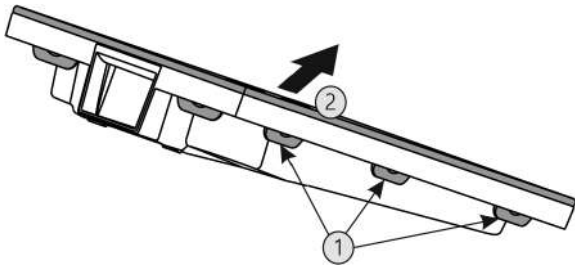

Fig. 39
- ▶ Всі накладки Fig. 39 (1) натиснути послідовно і вийняти кришку Fig. 39 (2).